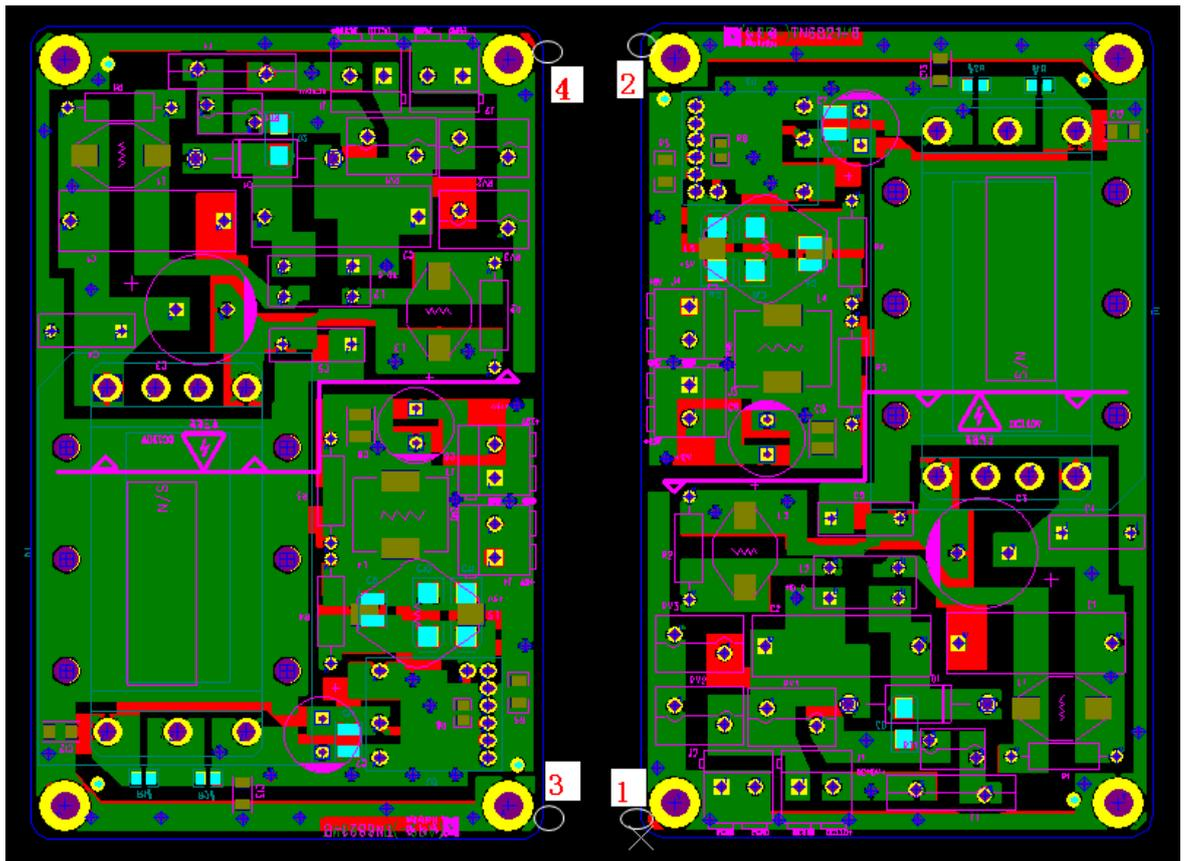

图 8-5
1) 任选其中一份为参考基准板(如:以右边一份为例),根据拼接方式可知拼接公共点有两组(如图 8-5 中的 1 和 3、2 和 4),如选取基准板上 1 点为参考基准点,查看其坐标为 (0.0000 0.11919)。